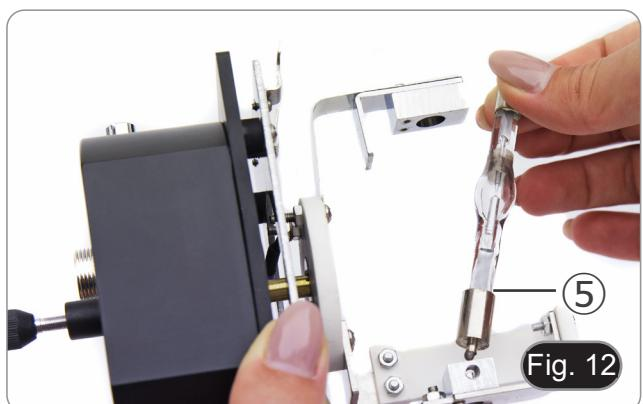

Fig. 12
3. Insertar la bombilla de vapor de mercurio ⑤ (observar las polaridades de la lámpara), apretar los tornillos de bloqueo y volver a colocar el portalámparas en el interior de la cuerpo de la lámpara. (Fig. 12)